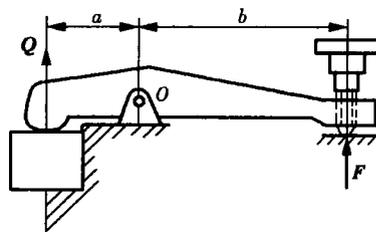

图 2-5
2. 某机床夹具用杠杆压板压紧工件如图 2-5 所示。设  $a = 40\text{mm}$ ,  $b = 120\text{mm}$ , 在螺钉处力  $F = 300\text{N}$ 。求在工作处产生的夹紧力  $Q$  有多大?